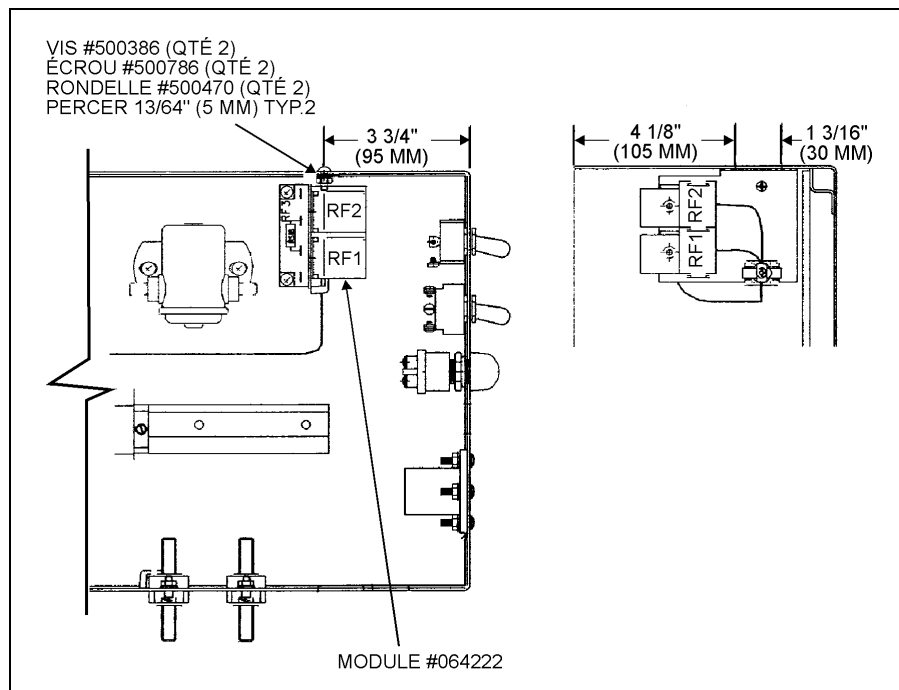

FIGURE 6
- Mettre le module de contrôle pour l'embrayage du ventilateur #064222 en place tel qu'illustré à la figure 6, puis marquer la position de deux trous à percer.